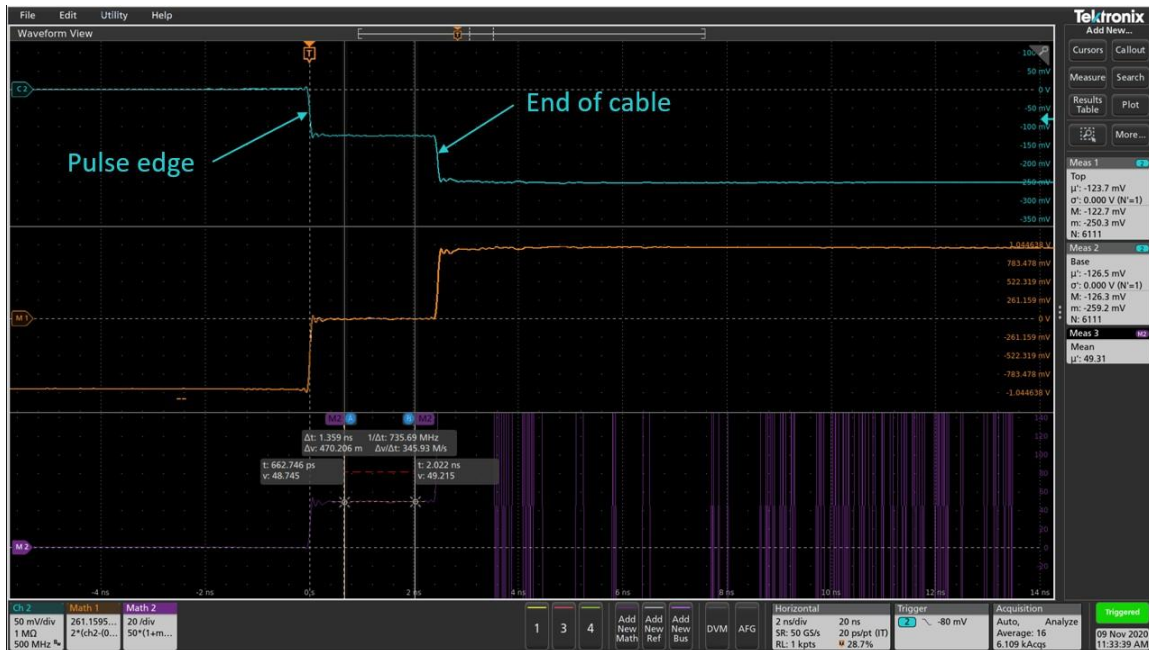

Fig. 8 - TDR 脉冲边沿和电缆末端边沿.
在使用TDR时，设置参考点很重要的。如果您使用SMA连接TDR和DUT，那么了解在DUT测量开始的位置（从时间上看）引用到哪里是很重要的。通过触发设置为脉冲通道，如通道2，可以找到脉冲发射起始，如图8所示。
1. 仅将50Ω电缆连接到TDR，并注意示波器上的反射系数和阻抗轨迹上的远边缘开始变化的地方。下面的图8显示了一个示例。